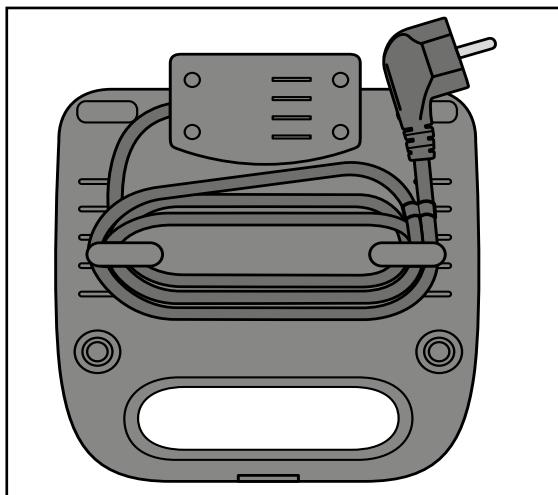

Fig. 1
- Enroulez le cordon d'alimentation autour des supports de câble de l'enroulement de câble ⑬ situés au dos de l'appareil. Fixez le câble avec le clip de fixation de câble (voir fig. 1) :